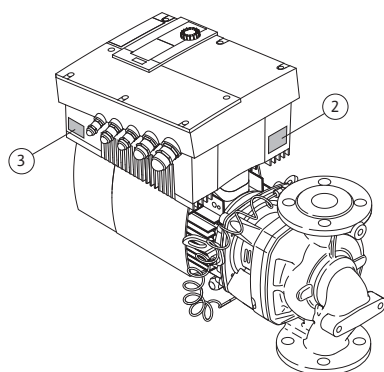

Fig. 12: Vardinių kortelių išdėstymas:
- Pavaros tipo lentelė yra ant elektronikos modulio kabelių įvadų pusėje (Fig. 12, poz. 3). Prie elektros tinklo jungiama pagal pavaros vardinę kortelę esančius duomenis.